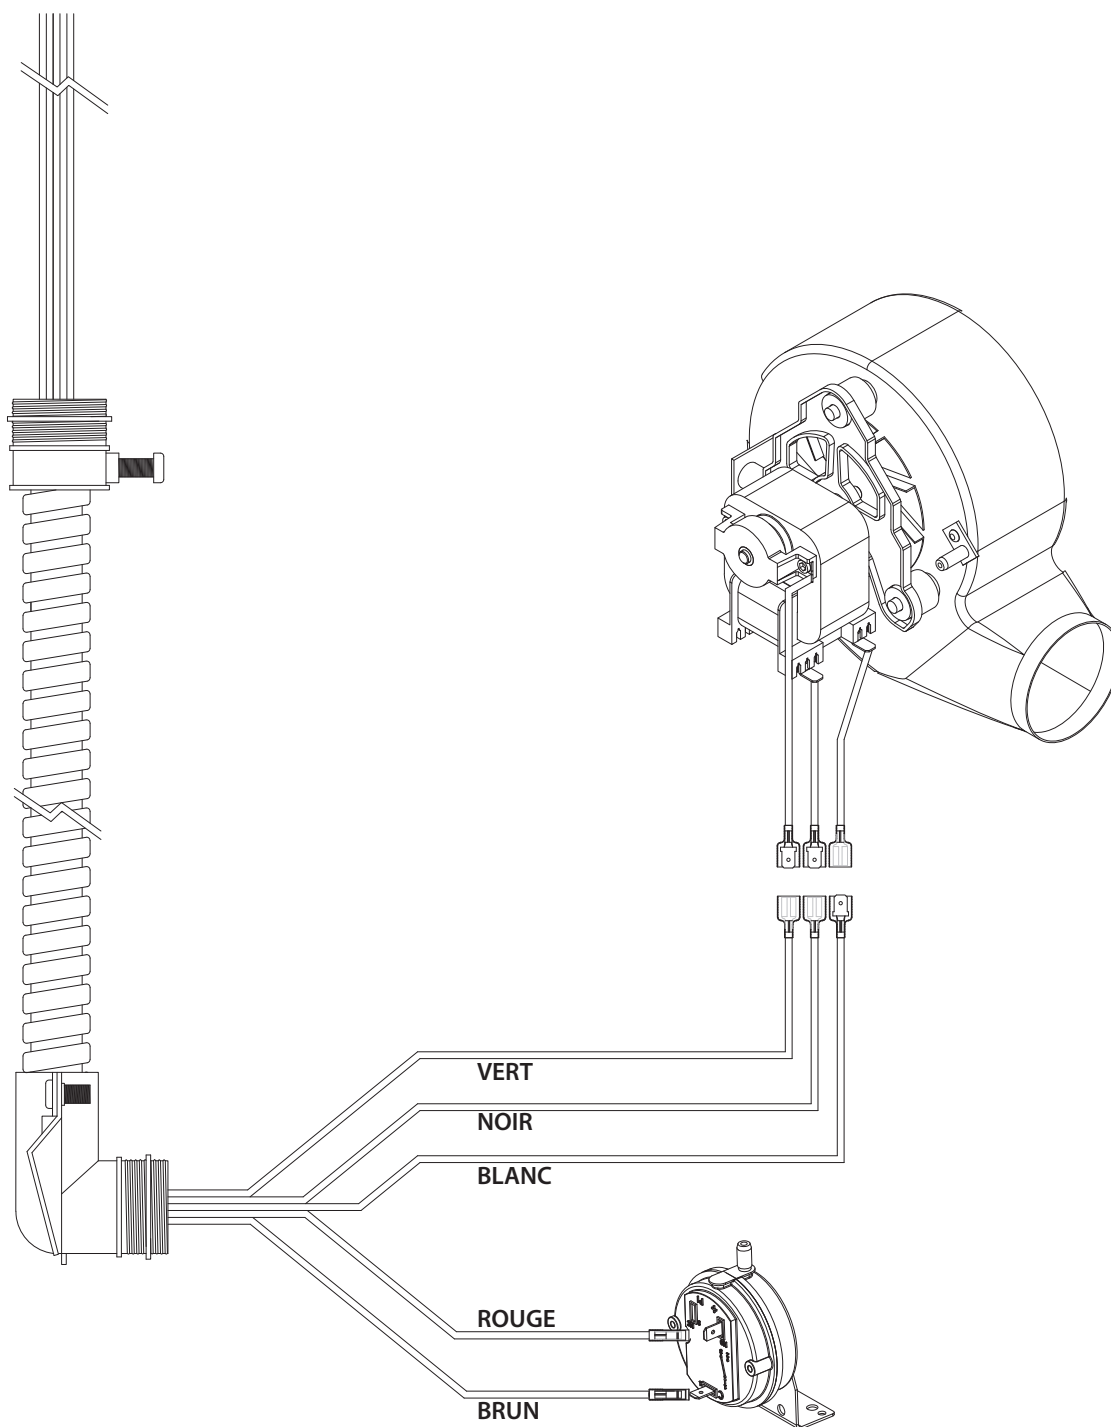

Figure 3.13, Câblage interne du Power Vent
4. Insérez le faisceau de câble du KPV dans le trou d'accès électrique dans le couvercle arrière du chapeau. Voir Figure 3.10 et Figure 3.13. *(Suite des instructions à la page suivante.)*
NOTE: Utilisez le schéma de câblage de Figure 3.13 (page 14) pour vous guider, en suivant les instructions ci-dessous.